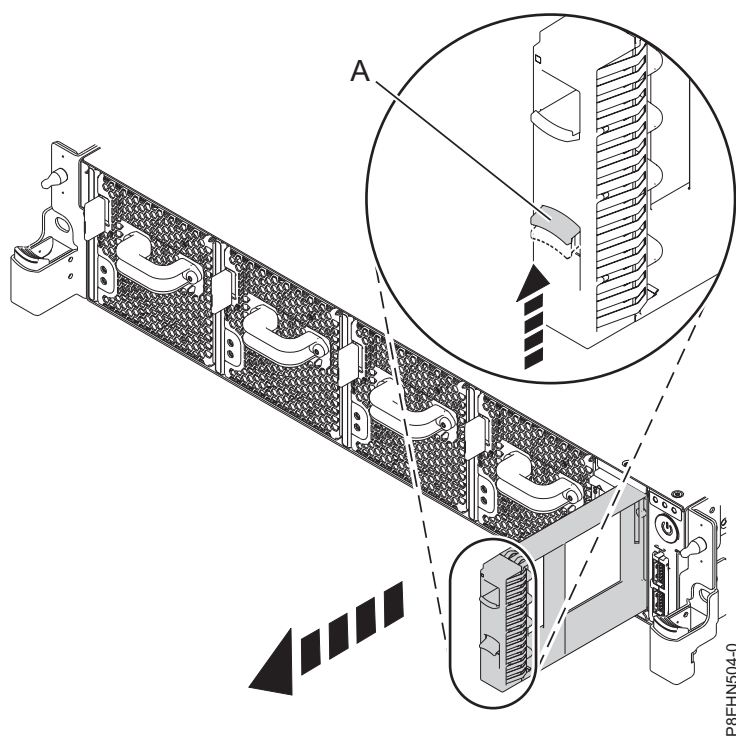

Figura 23. Removendo um preenchedor da unidade de disco em um sistema.
- a. Empurre a trava **(A)** na alça do preenchedor. Consulte Figura 23 na página 18.